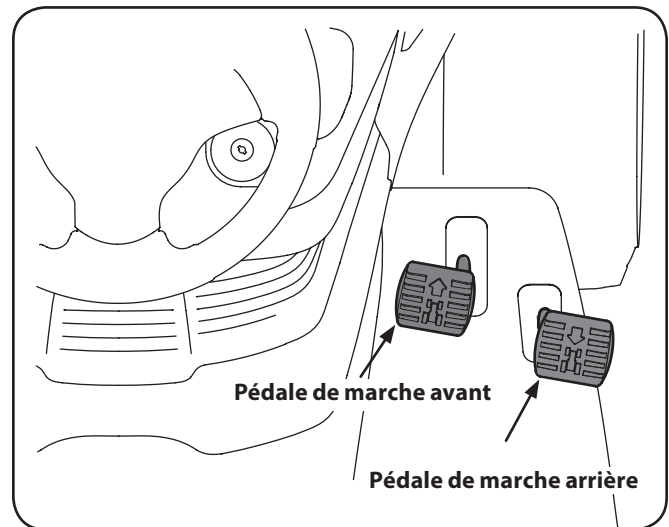

Figure 5-2
2. Pour vous déplacer en marche avant, appuyez doucement sur la pédale de marche avant  jusqu'à ce que vous atteigniez la vitesse désirée. Voir Figure 5-2.
3. Pour vous déplacer en marche arrière, regardez d'abord derrière vous, puis appuyez doucement sur la pédale de marche arrière  jusqu'à ce que vous atteigniez la vitesse désirée. Voir Figure 5-2.